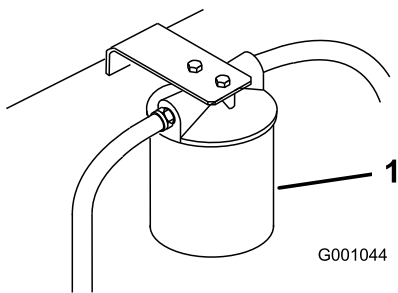

Figura 70
4. Coloque un recipiente bajo el filtro, retire el filtro usado y limpie con un paño la superficie de la junta del adaptador del filtro (Figura 70).